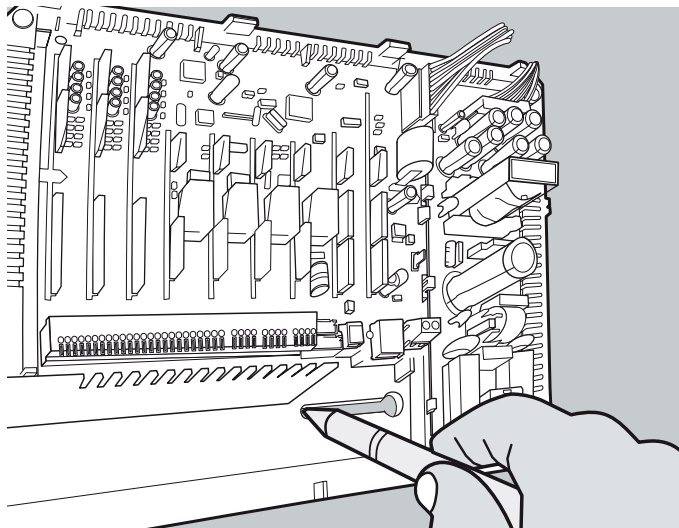

Figura 6 - Marcação para fixação
4. Alinhe o equipamento na parede e faça a marcação do segundo furo, conforme a figura 6;